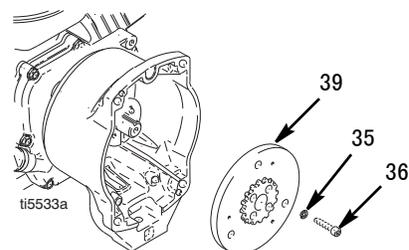

图 7
9. 图 7. 在拆卸过程中, 用扳手或楔形物体在离合器电枢 (39) 和离合器外罩之间握住发动机轴。
10. 卸下四个螺钉 (36) 和防松垫圈 (35)。
11. 卸下电枢 (39)。